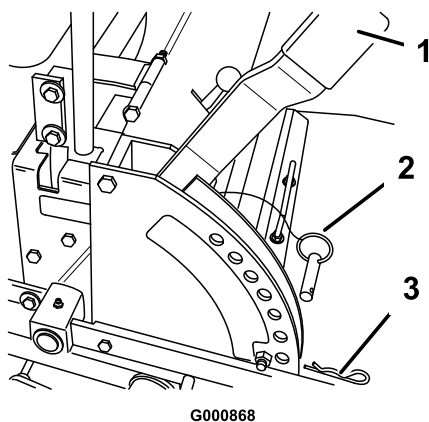

Figura 13
1. Levante la palanca de ajuste de la altura de corte a la posición de transporte (que es también la posición de altura de corte de 114 mm) (Figura 13).
2. Para ajustarla, retire el pasador y el pasador de seguridad del soporte de altura de corte (Figura 13).
3. Seleccione el taladro del soporte de altura de corte que corresponda a la altura de corte deseada, e inserte el pasador (Figura 13).
- Fije el pasador con el pasador de seguridad (Figura 13).